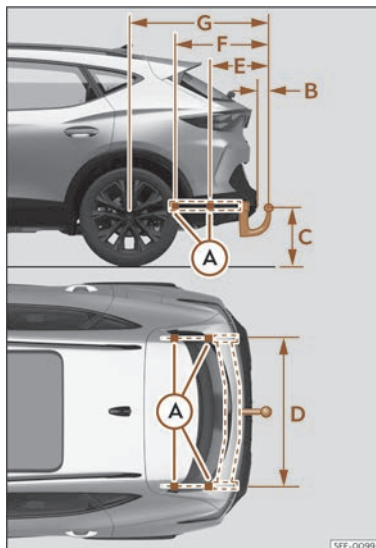

Abb. 202 Maße und Befestigungspunkte für den nachträglichen Einbau einer Anhängervorrichtung
Das Mittelmaß des Kugelkopfes und der Fahrbahn >>> (Abb. 202) (C) darf den angegebenen Wert nicht unterschreiten. Dies gilt auch für ein vollbeladenes Fahrzeug, einschließlich der technisch maximal zulässigen Stützlast